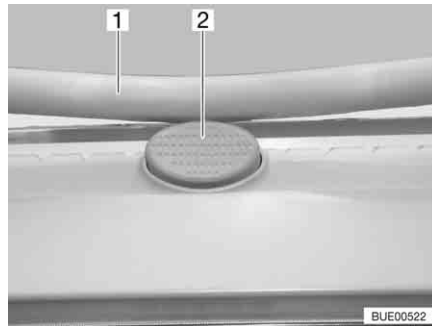

Bild 87 Låsknapp på Heki-takluckan
- Tryck på låsknappen (Bild 87,2) och dra ner bygel (Bild 87,1) med båda händerna.
- Tryck bygel uppåt med båda händerna tills bygel ligger ovanför låsknappen (Bild 87,2).